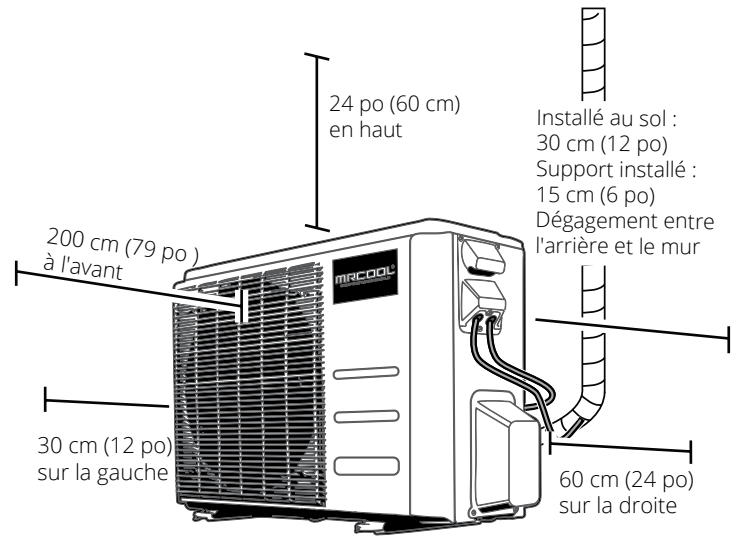

Fig. 4.1
- ☑ Répond à toutes les exigences relatives à l'espace indiquées dans la section Espace requis pour l'installation (Fig. 4.1).